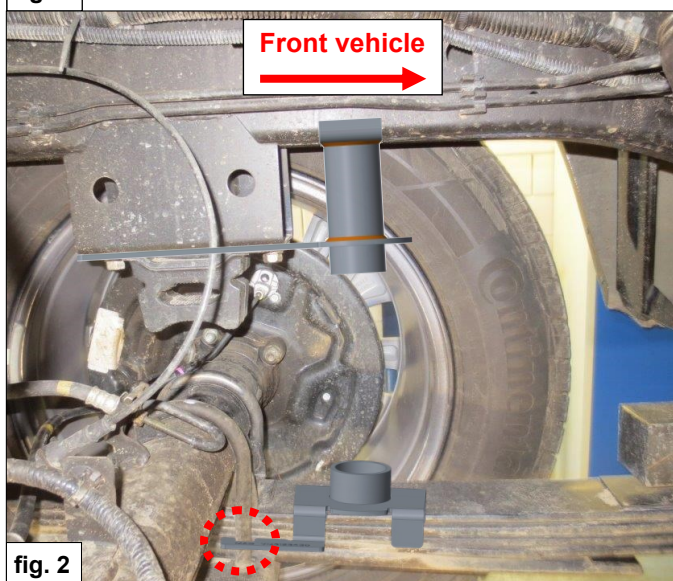

fig. 2
3. Montieren Sie die obere Halterung **A** zwischen dem Puffer und Chassis. Verwenden Sie die Originalschrauben. Beachten Sie, dass die Federhalter zeigt auf der Vorerseite des Fahrzeugs. (Siehe Abbildung 2).
4. Stellen Sie die untere Halterung **B** über den U-bolzen, auf die Blattfeder vor die Achse. (Siehe Abbildung 2).
3. Monter supérieure support **A** entre le tampon et le châssis. Utilisez les boulons d'origine. Notez que la coupelle de ressort est dirigée vers l'avant du véhicule. (Voir figure 2).
4. Placer le support **B** sur le U-boulon, sur le ressort à lame en avant de l'axe. (Voir la figure 2).